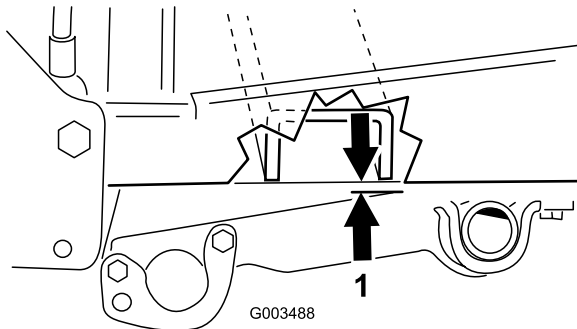

Figura 18
2. Mida la distancia entre el bastidor de la unidad de tracción y el tubo de pivote, como se muestra en la Figura 18.